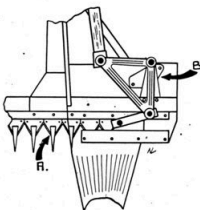

Bild 20.
Vid transport eller då man på grund av justeringsarbete är nödsakad att vistas under skärbordet skall lyftkolvens stoppanordning fällas ner (E) bild 20.
Kniven skall vara inställd så att knivbladen stannar med sin spets i centrum av fingrät (skyddsklon) (A) vid varje dödpunkt av vevstakslagret. Om så inte är fallet, måste det gjutna fästet (B), där knivföringsarmen är lagrad, flyttas. Genom att lossa de fyra bultarna kan det gjutna fästet förskjutas för att kniven skall bringas att vända i det önskade läget. Bild 20.